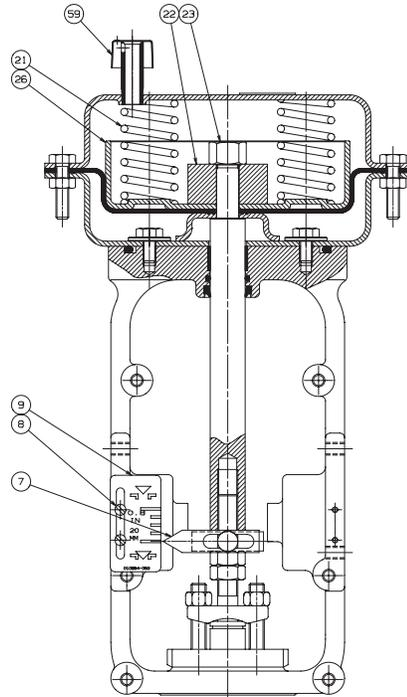

Figura 10. Attuatore "Aria apre" dimensione 3 (Modello 88)
- J. Installare il distanziatore (14) sullo stelo dell'attuatore (10), Figura 10.
- K. Invertire il diaframma (25) e la piastra diaframma (26), Figura 10.
- L. Applicare alle filettature del dado esagonale (23) e alle superfici del distanziatore (22) il composto al nickel Chesterton 725 o equivalente.
- M. Controllare il posizionamento dei distanziatori (14 e 22), riassemblare il diaframma (25), la piastra diaframma (26) e la rondella (22) e serrare il dado esagonale (23) come da Tabella 3.
- N. Posizionare le molle (21) e i distanziatori a molla (18) [se utilizzati] sulla piastra diaframma.